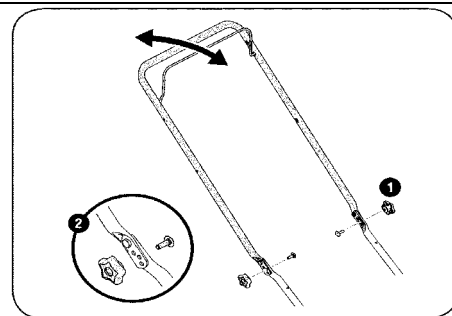

Рис.11
1. Удалите барашковые гайки и болты от ручки. См. Рисунок 11.